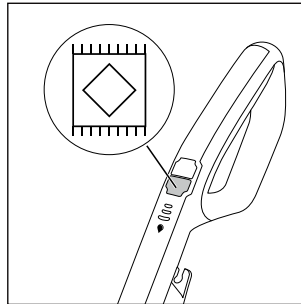

Abb. 17
- ♦ Um das Gerät einzuschalten, drücken Sie den Schalter Teppichboden  **13** (siehe Abb. 17). Die LED des Schalters Teppichboden  **13** leuchtet blau.
- Wenn Sie beim Reinigen von Teppichböden den Schalter Reinigungslösung (15) betätigen, wird im Vergleich zur Hartfußbodenreinigung doppelt soviel Reinigungslösung auf die Bürstenrolle (6) gegeben.
- Um Teppichböden nach der Reinigung schneller trocknen zu lassen, fahren Sie mit dem Gerät mehrmals über den Teppich. Aktivieren Sie dabei nicht die Dauersprühfunktion und halten Sie den Schalter Reinigungslösung (15) nicht gedrückt.
- ♦ Drücken Sie zum Ausschalten des Gerätes erneut den Schalter Teppichboden (13) (s. Abb. 17).